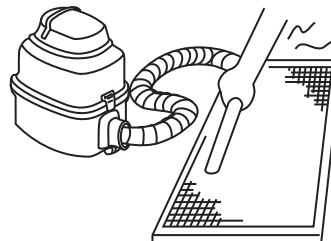

Fig.6-3
- El lado de entrada de aire debe mirar hacia arriba cuando se usa la aspiradora (Ver Fig. 6-3)